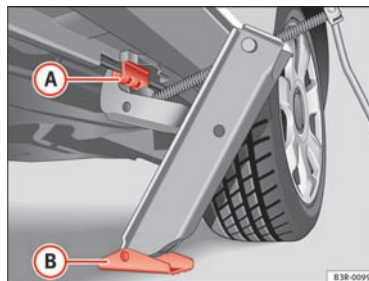

Fig. 124 Længdevange: påsætning af donkraft
- Sæt donkraften* under løftepunktet, og drej den så højt op, at dens dorn  ⇒ Fig. 124 er lige neden under kunststofkanten på panelet.